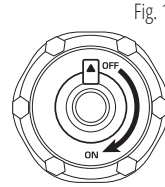

Fig. 1
3. Ouvrez l'évent du bouchon de réservoir de carburant en position « ON » (Fig. 1).